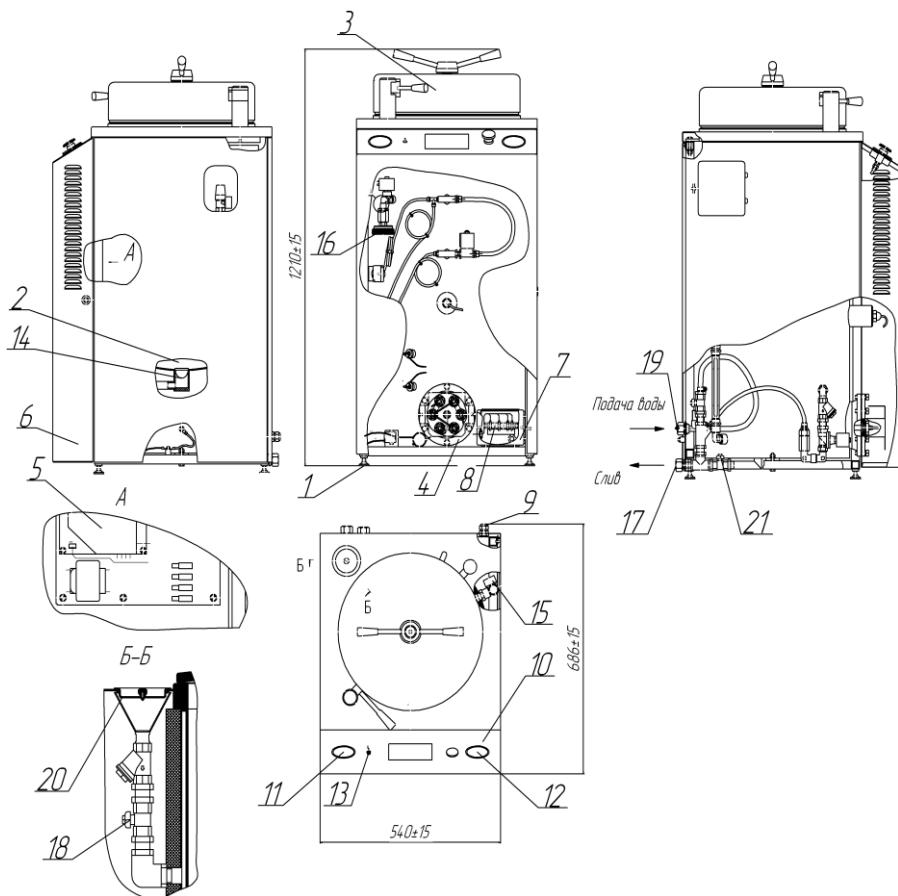

Рисунок 1 - Стерилизатор ВКа-75-Р-ПЗ.
1.4.1 Внешний вид стерилизатора приведён на рисунке 1. Основными сборочными единицами стерилизатора являются (см. рисунок 1): стерилизационная камера 2, крышка 3, силовой блок 5, дверца 6, панель управления 10.
Слив воды производится открыванием сливного вентиля. Сливать воду из парогенератора необходимо всегда, когда есть вероятность охлаждения стерилизатора до отрицательных температур (транспортирование, хранение и т.п.). Иначе возможен выход из строя парогенератора. Для эффективного удаления воды сливным вентилем необходимо, чтобы парогенератор находился в разогретом состоянии, в чем можно убедиться по манометру 11 (рисунок 1), он должен показывать избыточное давление порядка 0,05 МПа.
2.2.2 Распаковать стерилизатор, произвести внешний осмотр, проверить комплектность в соответствии с разделом 1.3 настоящего руководства, установить стерилизатор на опоры 1 (см. рисунок 1).
2.2.5 Соединить штуцер 17 (см. рисунок 1) с канализацией посредством гибкого шланга.